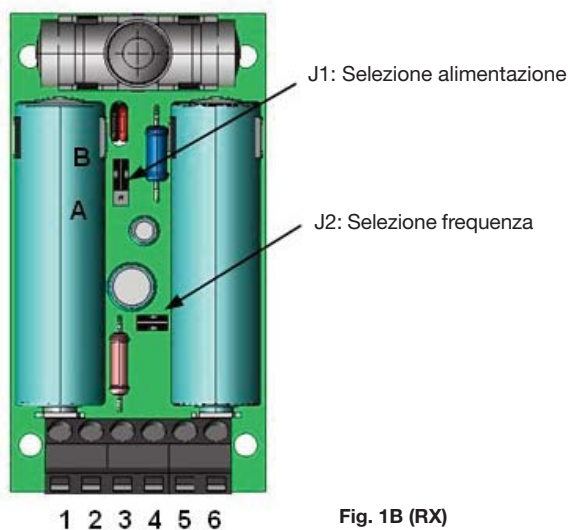

Fig. 1B (RX)
- Eseguire i collegamenti come indicato nei paragrafi precedenti e selezionare l'alimentazione del trasmettitore tramite l'apposito jumper (J1, Fig. 1B):
- Collegare all'apposita morsettiera (morsetti 3 e 4, Fig. 1B) il contatto della costa o della sicurezza esterna al trasmettitore. **Se questa opzione non viene utilizzata, ponticellare i morsetti 3 e 4.**
- Collegare all'apposita morsettiera (morsetti 5 e 6, Fig. 1B) il contatto della costa resistiva 8K2 esterna al trasmettitore. **Se questa opzione non viene utilizzata, NON ponticellare i morsetti 5 e 6.**